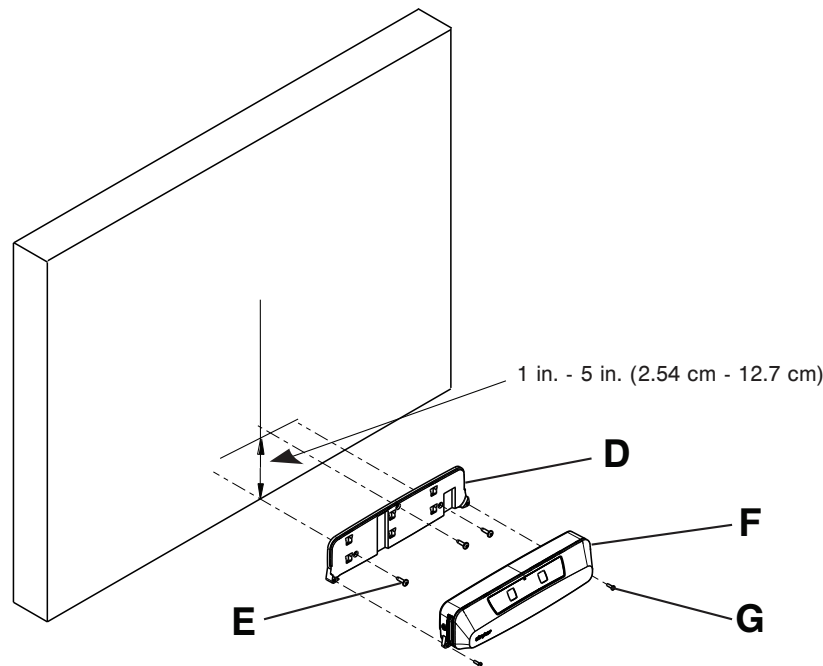

Figure 3 – Caractéristiques techniques de montage
5. À l'aide d'un mètre ruban et d'un crayon, marquer le centre de l'emplacement du lit (ligne verticale) (Figure 3).
6. Centrer la plaque de montage sur la ligne verticale faite à l'étape 5 et monter la partie inférieure de la plaque de montage à tout au plus 1 po (2,54 cm) du sol (Figure 3).
7. À l'aide d'un niveau sur le dessous de la plaque de montage (D), s'assurer que le dessous de la plaque de montage (D) est horizontal lorsque la plaque de montage (D) est positionnée sur les marques de référence des étapes 5 et 6 (Figure 3).
8. Utiliser un crayon pour marquer les trois trous de vis de la plaque de montage (D).
9. À l'aide d'un outil approprié et des fixations fournies par l'hôpital (E, non incluses), fixer la plaque de montage (D) au mur (Figure 3).
10. Fixer le Secure Connect (F) à la plaque de montage (D) (Figure 3).
11. À l'aide d'un tournevis cruciforme n° 2, fixer le Secure Connect (F) à la plaque de montage (D) avec les deux vis fournies (700001126359) (G) (Figure 3).